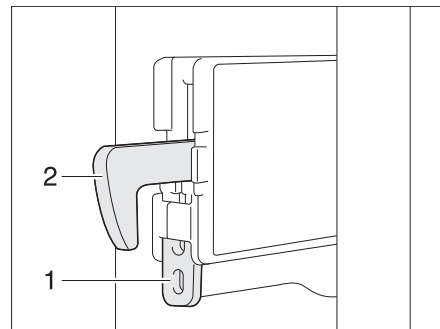

Fig. 329 Fixation crochet de verrouillage
- Pousser la fixation (Fig. 329,1) vers le haut. Le crochet de verrouillage (Fig. 329,2) est pressé vers le haut, il est mis hors fonction.
- Appuyer vers le bas sur le crochet de verrouillage (Fig. 329,2). Le crochet de verrouillage est de nouveau en fonction.